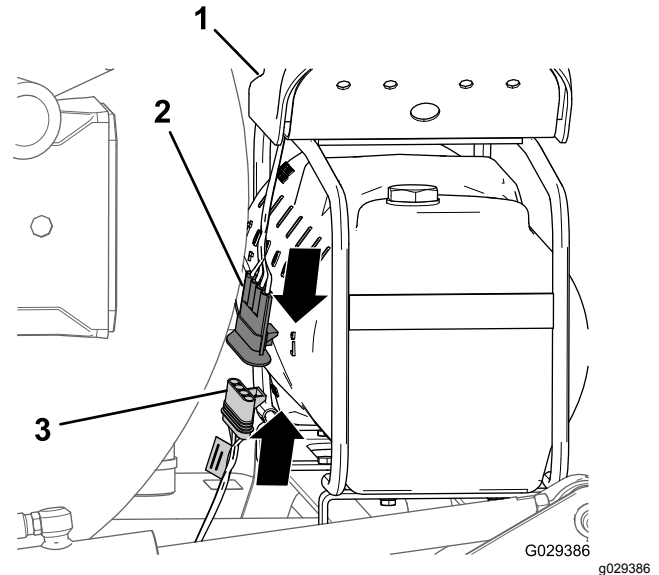

Figura 146
1. No final da secção de 236 cm da cablagem, alinhe o conector de quatro tomadas da cablagem do kit de acabamento com o conector de quatro pinos da cablagem do compressor (Figura 146).
2. Instale o conector de quatro pinos no conector de quatro tomadas (Figura 146).